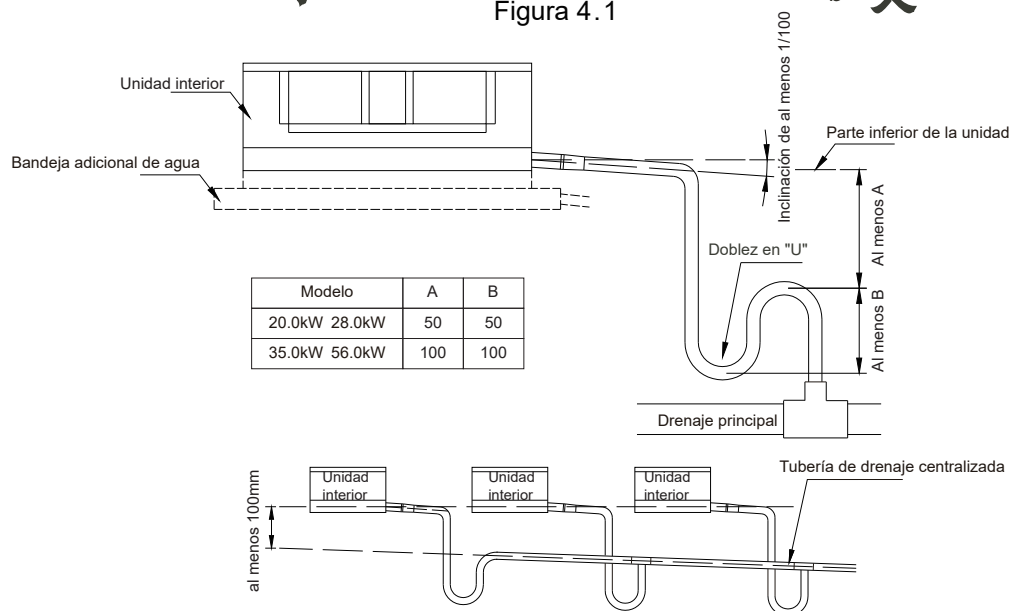

Figura 4.2
6) Consulte la Figura 4.2 para ver las tuberías cuando instale el tubo de desagüe de forma centralizada.